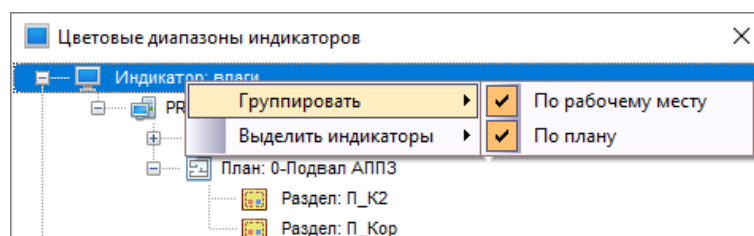

Рисунок 6-568 Контекстное меню команды "Группировать"
- команду «Группировать» – если необходимо настроить группировку зон по рабочим местам и/или планам помещений. При выборе команды «Группировать» появится контекстное меню (см. Рисунок 6-568), в котором установкой или снятием флагов определяется необходимость группировки зон в области индикаторов по рабочим местам и/или планам помещений. При выборе группировки по рабочему месту и/или по плану помещения в качестве промежуточных появляются узлы «Рабочее место» и «План помещения» соответственно;